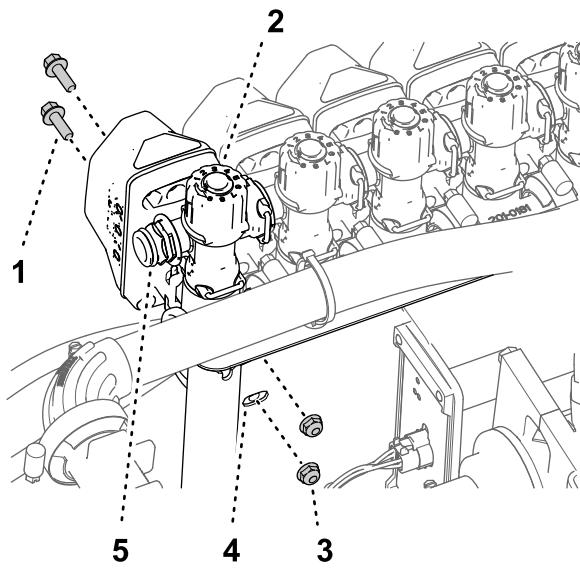
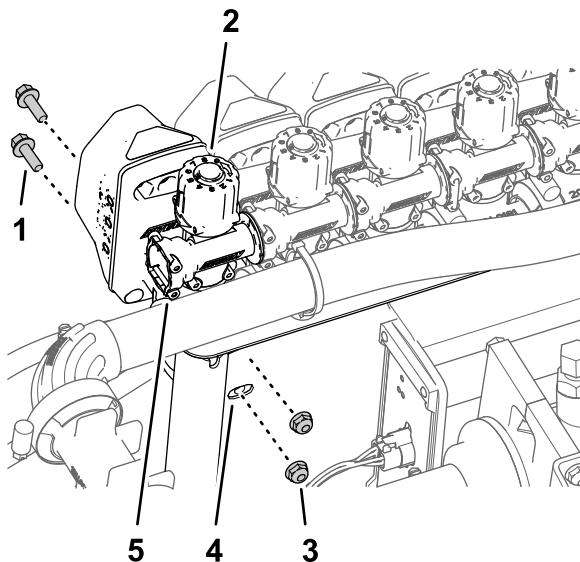

图107
图108
3. 使用在 从歧管安装架上卸下喷洒段阀 \(页码 28\) 的步骤 2 中卸下的 2 个凸缘头螺栓 $\frac{1}{4} \times \frac{3}{4}$ 英寸和 2 个锁紧螺母 $\frac{1}{4}$ 英寸将喷嘴阀 10 固定到阀门安装架上 图107 或 图108。